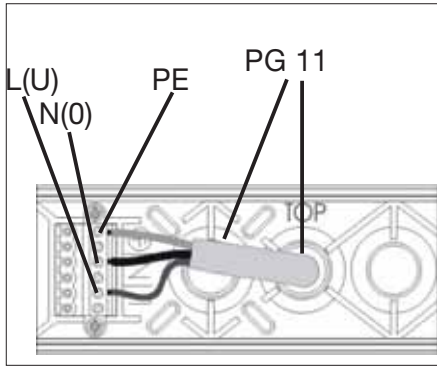

Bild 4/fig. 4
Nach Befestigung des Schnellmontagesatzes ist die Netzverbindung (L(U), N(0), PE) herzustellen (Bild 4). Achten Sie auf den festen Sitz der Klemmschrauben! Nichtbenutzte Einführungen sind mit montiertem Verschlussstopfen zu belassen (IP-Schutz).
After fixing the quick mounting plate the mains connection (L (U), N (0), PE) is to be established (fig. 4). Pay attention to a tight fit of the terminal screws! Unused cable entries are left with their locking plug fitted (IP protection).